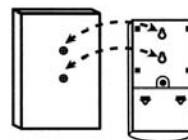
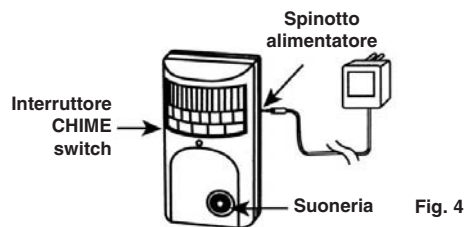

Fig. 3
Fig. 4
3. Montare il dispositivo a muro ad un'altezza di 1.5-2 metri, segnare i punti in cui forare con il trapano ed installare le viti (punti d'appoggio). Posizionare l'apparecchio sopra le viti e farlo scorrere per assicurarlo in posizione (Fig.3). Per alimentare il dispositivo con alimentatore, collegare allo spinotto del dispositivo presente sul retro, il jack dell'alimentatore consigliato (Fig.4).